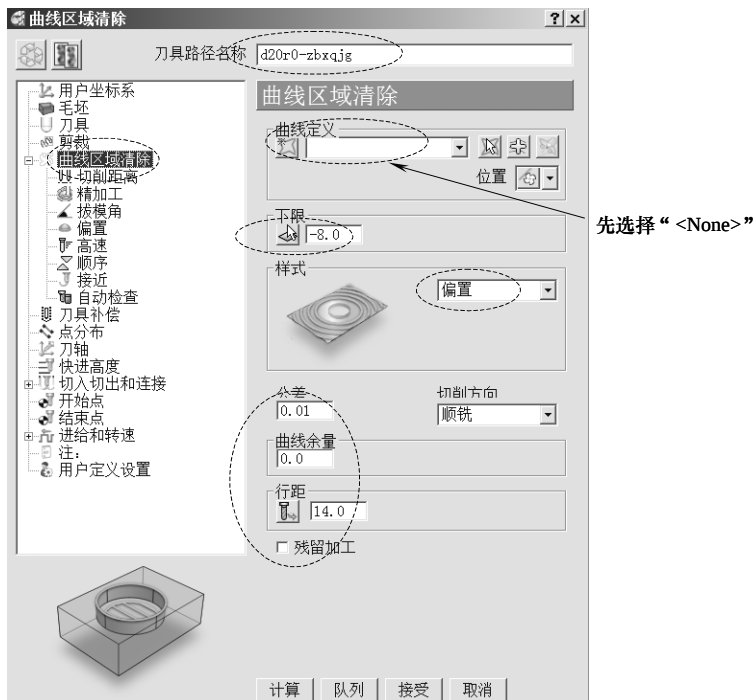

图 2-38 设置中部型腔刀具路径参数
1) 计算中部型腔加工刀具路径: 在 PowerMILL “综合”工具栏中, 单击“刀具路径策略”按钮, 打开“策略选取器”表格, 选择“2.5 维区域清除”选项, 在该选项卡中选择“二维曲线区域清除”, 单击“接受”按钮, 打开“曲线区域清除”表格, 按图 2-38 所示设置参数。